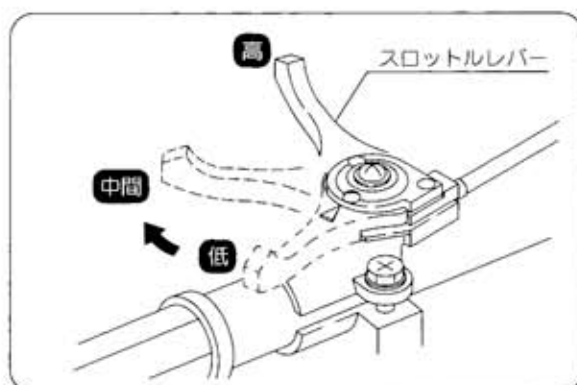

図25
- ④ スロットルレバーを〔高〕位置の方に少し開きます。(図25)